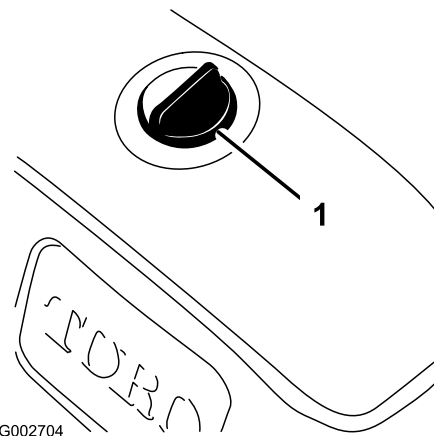

Bild 8
3. Säubern Sie den Bereich um den Deckel des Hydraulikölbehälter, damit keine Rückstände in den Behälter gelangen (Bild 8).